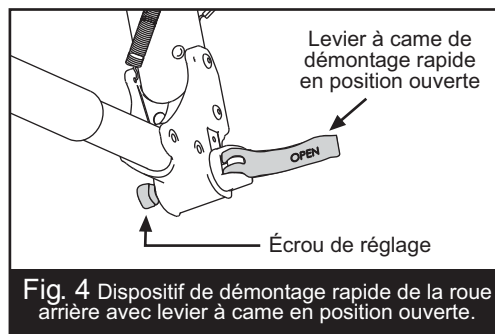
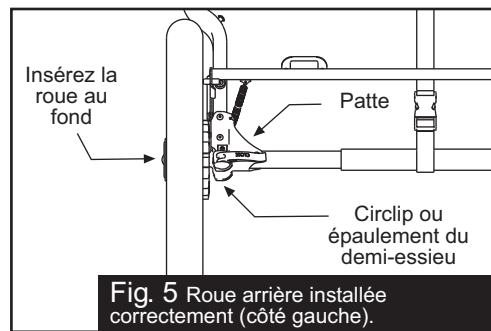
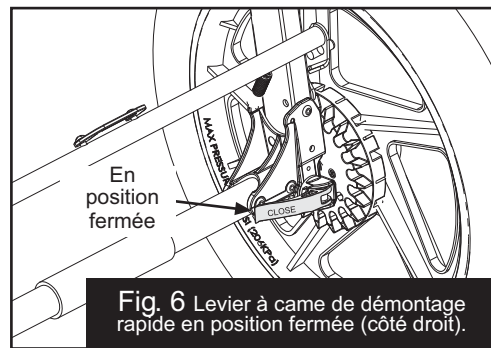
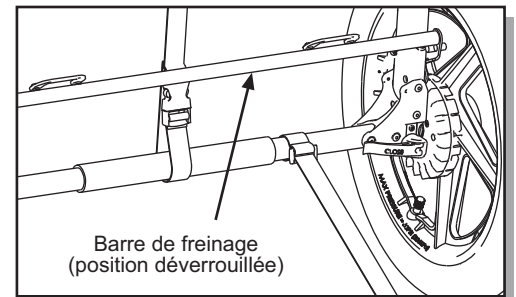

Fig. 4 Dispositif de démontage rapide de la roue arrière avec levier à came en position ouverte.
Fig. 5 Roue arrière installée correctement (côté gauche).
Fig. 6 Levier à came de démontage rapide en position fermée (côté droit).
Fig. 15 Frein de stationnement – position déverrouillée.
4. LES ROUES ARRIÈRE : Avant d'installer les roues arrière, placez la barre de freinage en position déverrouillée, tel qu'illustré à la figure 15. Placez le levier à came de démontage rapide de la roue arrière en position ouverte, tel qu'illustré à la figure 4. Insérez le demi-essieu de la roue arrière dans l'orifice qui se trouve à l'arrière de la patte. Si le demi-essieu ne s'insère pas facilement, desserrez à la main l'écrou de réglage du démontage rapide (Fig. 4). Remettez le demi-essieu dans la patte arrière en l'insérant complètement jusqu'à ce que l'épaule du demi-essieu ou son circlip vienne toucher la patte (Fig. 5). Mettez le levier à came de démontage rapide en position fermée (Fig. 6). Le mot « CLOSE » devrait être clairement visible et le levier à came de démontage rapide devrait presque toucher la patte. Lorsque le levier est correctement réglé, il faudra appliquer une force considérable afin de réussir à le fermer (37 à 50 PSI ou 165 à 222 N.m). Si vous ne sentez pas cette résistance (trop lâche ou trop serré), ramenez le levier de démontage rapide en position ouverte (Fig. 4) et réglez l'écrou de réglage (dans le sens des aiguilles d'une montre pour serrer, dans le sens contraire des aiguilles d'une montre pour desserrer). Placez le levier à came de démontage rapide en position fermée (Fig. 6).
la poussette de l'avant vers l'arrière, et vice versa, après avoir mis le frein. Si la poussette ne bouge pas, le frein est bien mis. Pour relâcher le frein de stationnement, soulevez la pédale rouge de la barre de freinage avec votre pied jusqu'à ce qu'elle se replace en position de déverrouillage (Fig. 15).